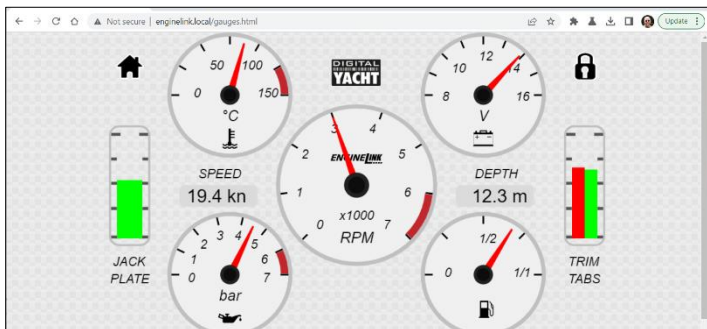

Figure 2
- Sur la page d'accueil, cliquez sur le bouton GAUGES et cette page s'affichera (Figure 2).